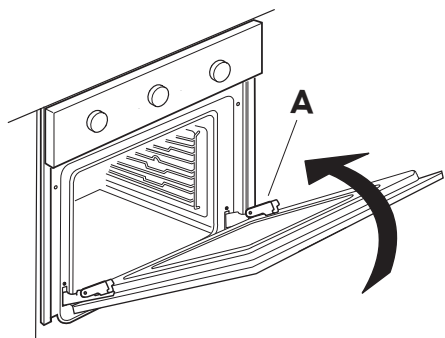

Рис. 2
- Закройте дверцу до упора (А), поднимите (В) и поверните (С) ее так, чтобы снять (D) (Рис. 2, 3, 4).